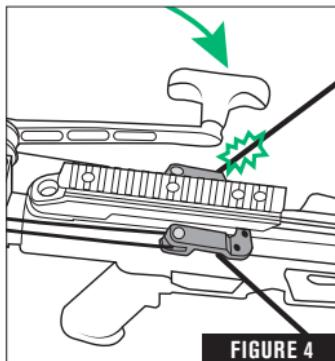

FIGURE 4
2. Tense la cuerda de la ballesta hasta justo antes del enganche con el pestillo de la cuerda. Detenerse en este punto es necesario para determinar si la posición del brazo del tensor del dispositivo de amartillado tensor de cuerda de fuerza puede hacer contacto con la cuerda como se muestra en la Fig. 4. Si no se hace contacto, vaya al Paso 5.